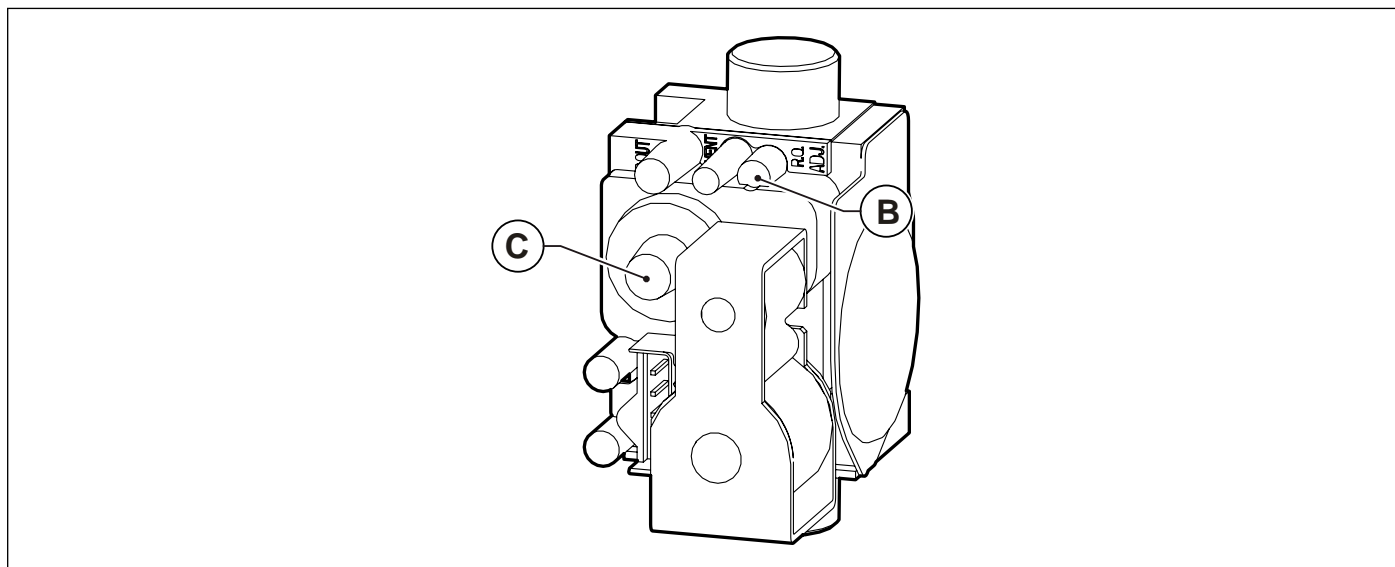

Fig. 40 Regolazione valore anidride carbonica
- Regolare il valore dell'anidride carbonica (CO₂) nei fumi ruotando il regolatore di rapporto **B** (vedi Fig. 40 Regolazione valore anidride carbonica) e assicurarsi che rientri nei limiti della Tab. 19 Valori di CO₂ nei fumi. Lasciare la caldaia in modalità spazzacamino e portarsi al passo successivo di regolazione alla potenza minima.
- Regolare il valore dell'anidride carbonica (CO₂) nei fumi ruotando il regolatore di offset **C** (vedi Fig. 40 Regolazione valore anidride carbonica) e assicurarsi che rientri nei limiti della Tab. 19 Valori di CO₂ nei fumi.